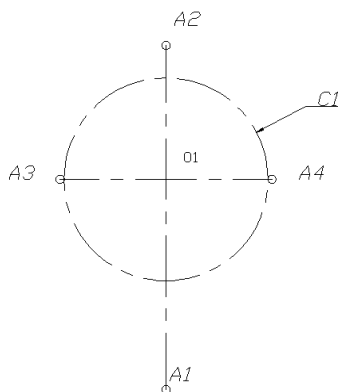

Рис. 2.6. Построение осевых линий
- Команда **Отрезок** . Строим вертикальную (A1-A2) и горизонтальную (A3-A4) осевые линии, рис. 2.6.
: выбираем объектную привязку пересечение и прицелом указываем на точку пересечения осей, точку 01, см. рис. 2.6.
: выбираем объектную привязку  **Пересечение** и прицелом указываем на точку пересечения осей, точку O1, см. рис. 2.6.